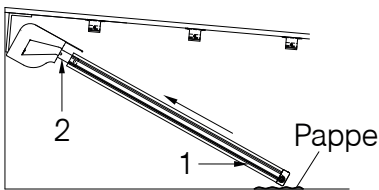

Abb. 19: Befestigung der Führungsschienen am Kasten
- » Schieben Sie beide Führungsschienen (1 – Abb. 19) gleichmäßig bis zur Hälfte der Ausleger der Kastenseitenkappen (2 – Abb. 19) auf.